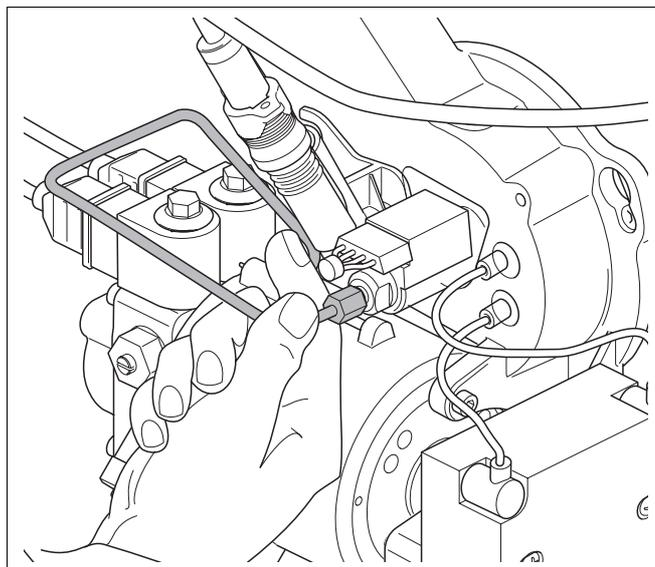

Fig. 65 Estrarre il tubo del gasolio
- Estrarre il tubo d'alimentazione gasolio (fig. 65) nel modo mostrato, per ca. 5 mm.